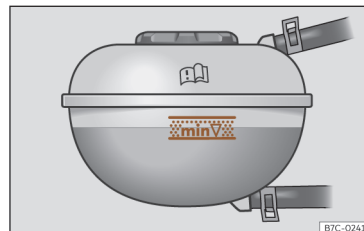

Fig. 216 No compartimento dianteiro:
- Com o motor a frio, verifique o nível do líquido de refrigeração nas marcas laterais do depósito de expansão >>> **Fig. 216**. O nível do líquido de refrigeração deverá encontrar-se entre as marcas.
- O nível do líquido de refrigeração deve encontrar-se dentro das marcas gravadas no depósito de expansão >>> **Fig. 216**. **Nunca exceda o limite superior da zona assinalada** >>> .
- Ao adicionar líquido de refrigeração, não exceda a borda superior da zona assinalada >>> **Fig. 216.** Caso contrário, quando a temperatura sobe, o líquido restante será expulso do sistema de refrigeração do motor e pode causar danos.